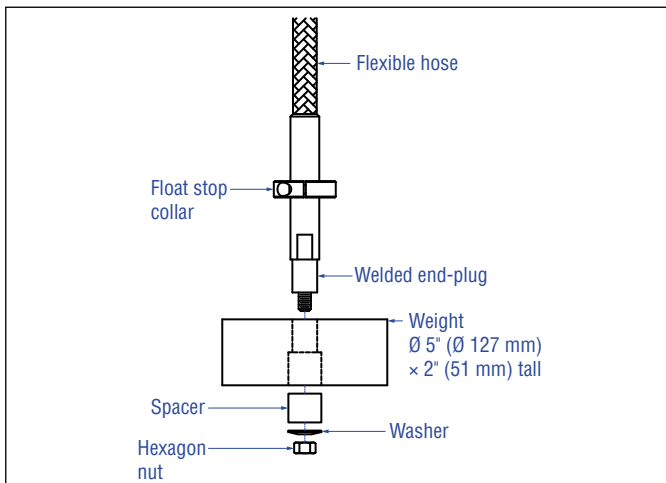
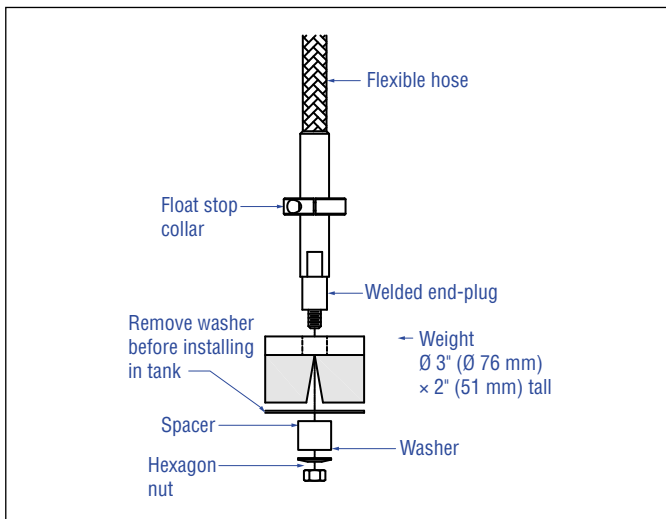
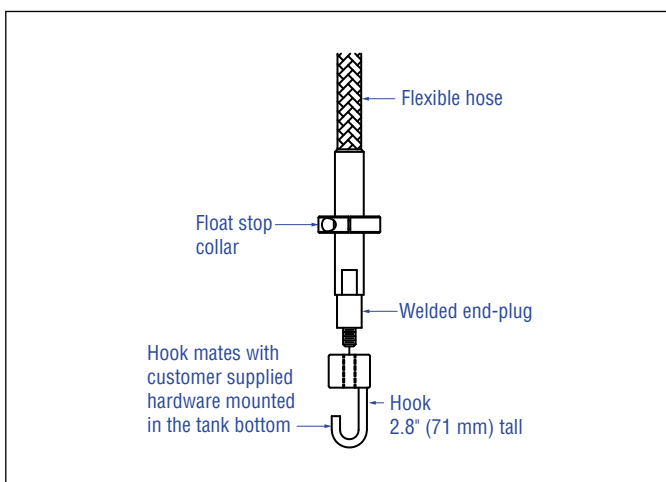

Fig. 6: Peso di fissaggio inferiore
Fig. 7: Magnete di fissaggio inferiore
Fig. 8: Gancio di fissaggio inferiore
6. Per il tubo flessibile montare la sezione del raccordo inferiore del tubo (la sezione rigida del tubo) utilizzando dado, distanziale e rondella in dotazione, serrare saldamente come indicato in Fig. 6, Fig. 7 e Fig. 8. Per il magnete, rimuovere la rondella prima di installarlo nel serbatoio.